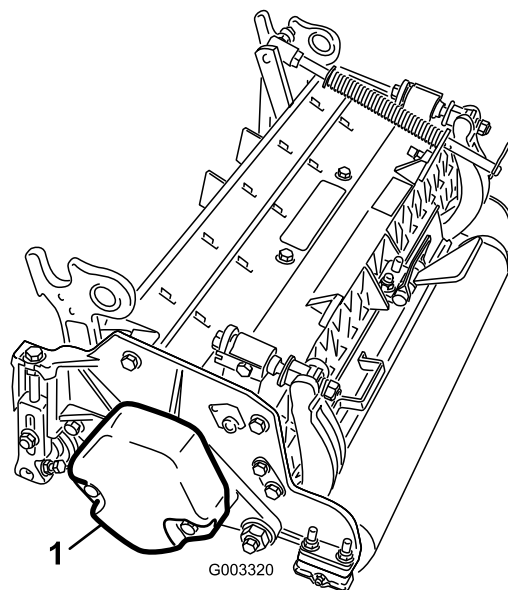

図 9
4. カウンタウェイト(図 9)を、決められている側に取り付けるカッティングユニットのオペレーターズマニュアルを参照。